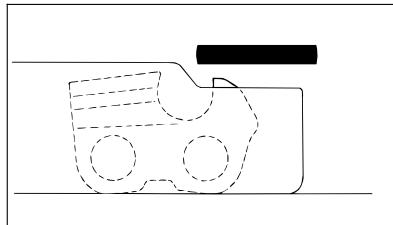

Рис. 68
- Ограничитель глубины обрабатывать вместе с опиловочным шаблоном (рис. 68)